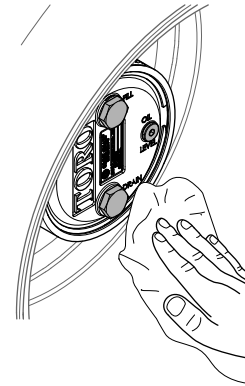

Figure 104
3. Essuyez soigneusement les carters de frein et de train planétaire (Figure 104).